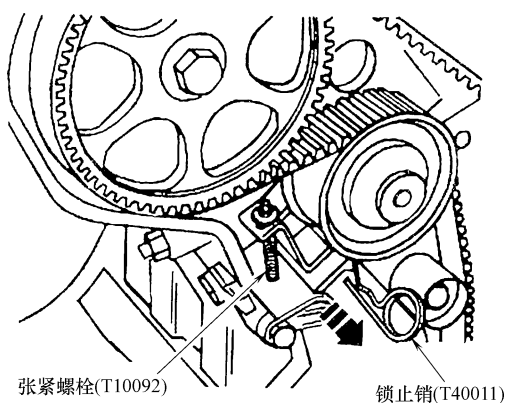

图 2-7 安装正时带张紧器锁止销
13) 慢慢转动六角螺母，压缩正时带张紧器，直至可将锁止销插入正时带张紧器壳体中将正时带张紧器固定为止，如图 2-7 所示。